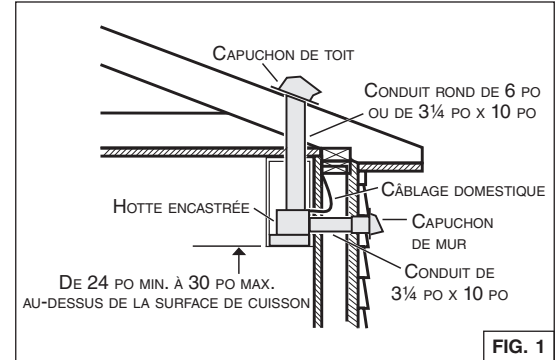

FIG. 1
1. Établir où le conduit passera entre la hotte et l'extérieur (FIG. 1).